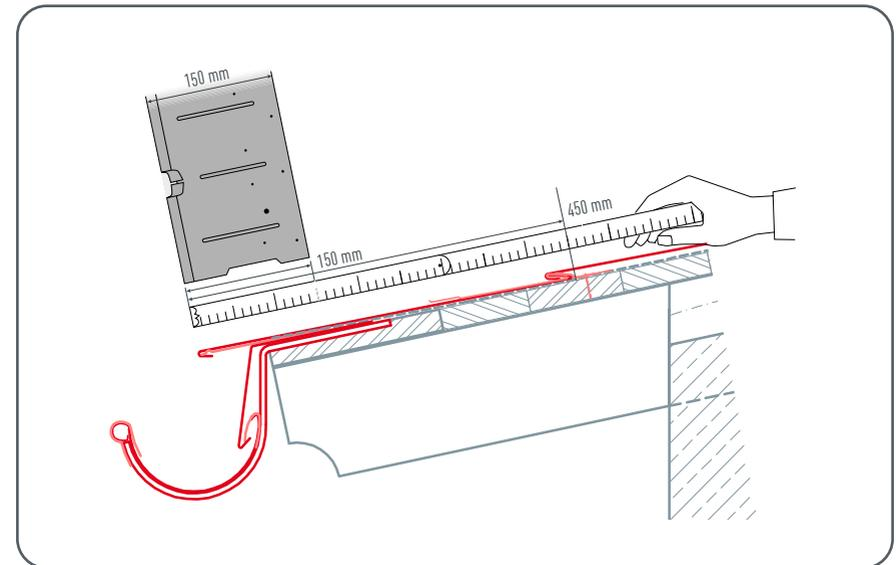

Abbildung 52 · Saumstreifen für Dachplatte
**BEI VERLEGUNG AUF LATTUNG:** Messen Sie von der Oberkante der ersten Hauptplatte 470 mm in Richtung Traufe. Machen Sie 150 mm (Saumstreifenbreite) von unten eine Markierung (= Saumstreifenbreite Oberkante, Abbildung 52).